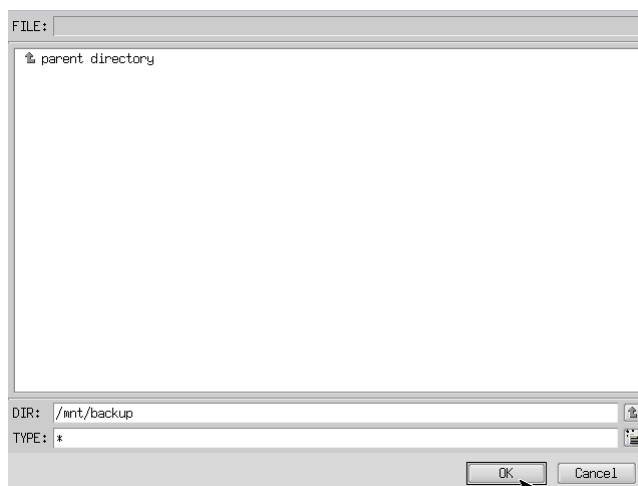

図 6-3-3. フォルダ参照画面
- ⑦ フォルダ参照画面（図 6-3-3）が表示されます。②で接続したパーティションは、/mnt にマウントされるので、/mnt 以下のフォルダを選択してください。[OK]を押すとフォルダ選択画面にもどります。
- ⑧ フォルダ選択画面（図 6-3-3）で指定したバックアップフォルダが入力されていることを確認します。[次へ] ボタンを押します。